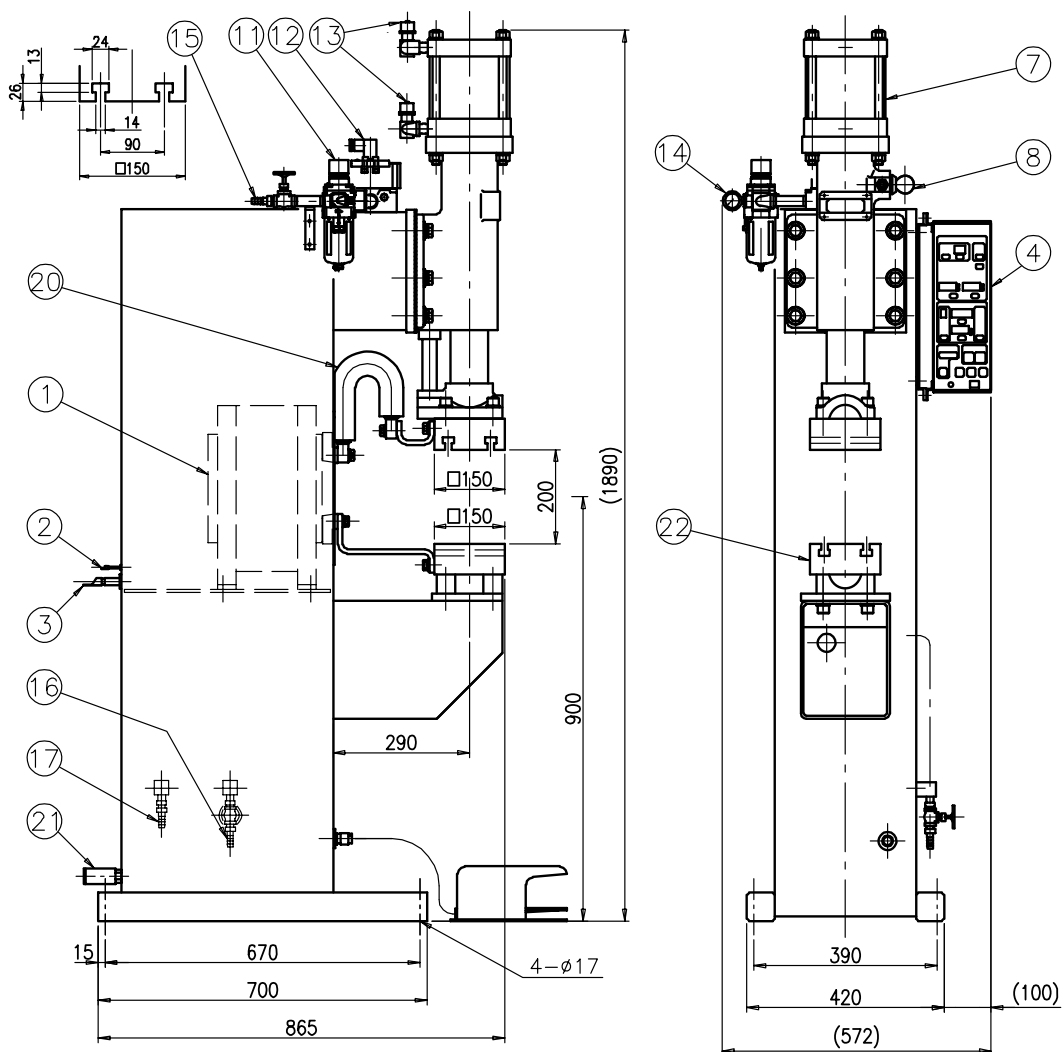

図3. SLMS-610 外径図
⑫ パーツリスト (つづき)
12. 1. 3 標準部品【SLMS-610】(図3. 参照)